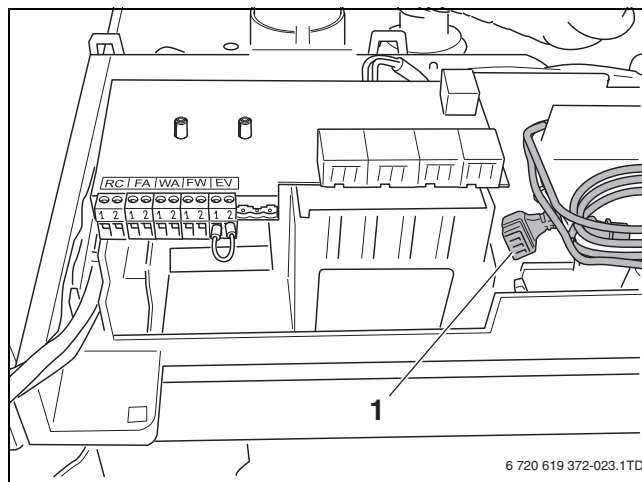
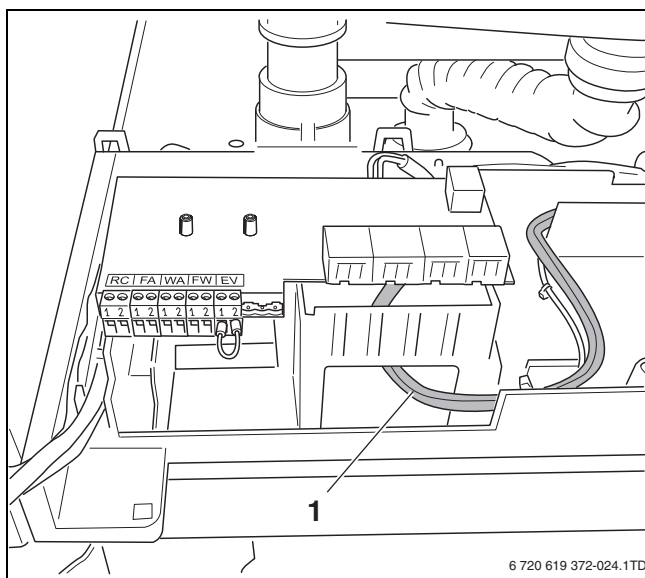

Bild 32 Pumpenkabel verlegen
Bild 33 Pumpenkabel verlegen
- ▶ Stecker an die Klemmenanschlussleiste an den Anschluss PK (→ Bild 32) einstecken.
- ▶ Die 2 Pumpenkabel vom Gerät durch die Öffnung unter den elektrischen Klemmenkasten nach unten verlegen (→ Bild 32, [1] und Bild 33, [1]).